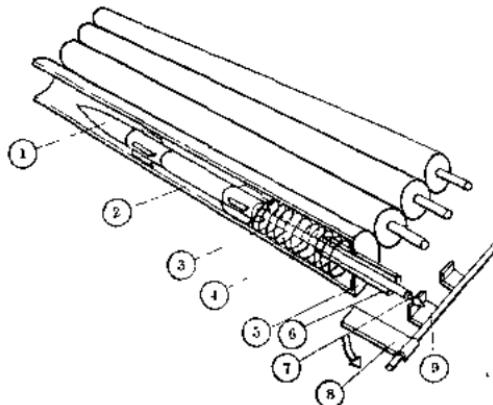

图 7-7
下面制作火箭筒（见图7-7）。①是模型火箭，装在火箭筒②里面的。模型火箭压紧弹簧④。火箭的尾部有根长杆③，从炮筒底部⑤的小管子⑥中伸出来，长杆③的尾部有一圈凹槽⑦被发射机构⑨钩住。发射机构⑨的轴上有块衔铁⑧。